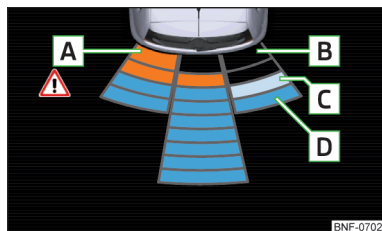

Fig. 96
**Visning på skærmen » Fig. 96**
- En forhindring, der registreres i kollisionsområdet, vises ved hjælp af det orange segment » Fig. 96. Fortsæt ikke med at køre i retning mod forhindringen!
- Ved at berøre multifunktionssystemets skærm med fingeren » Fig. 96